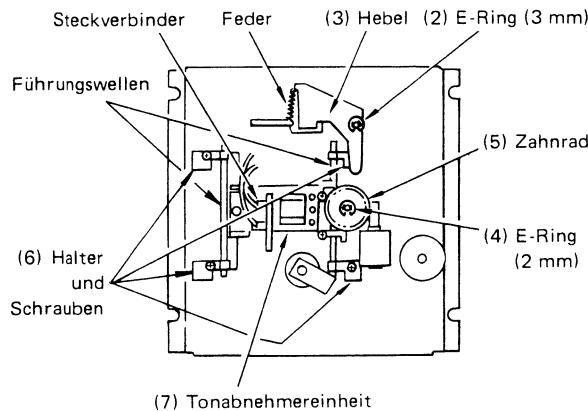

Abb. 5
- 2) E-Ring ($d = 3$ mm), mit dem die Drehzapfenwelle des Hebels befestigt ist, entfernen und Feder abnehmen (Abb. 5).